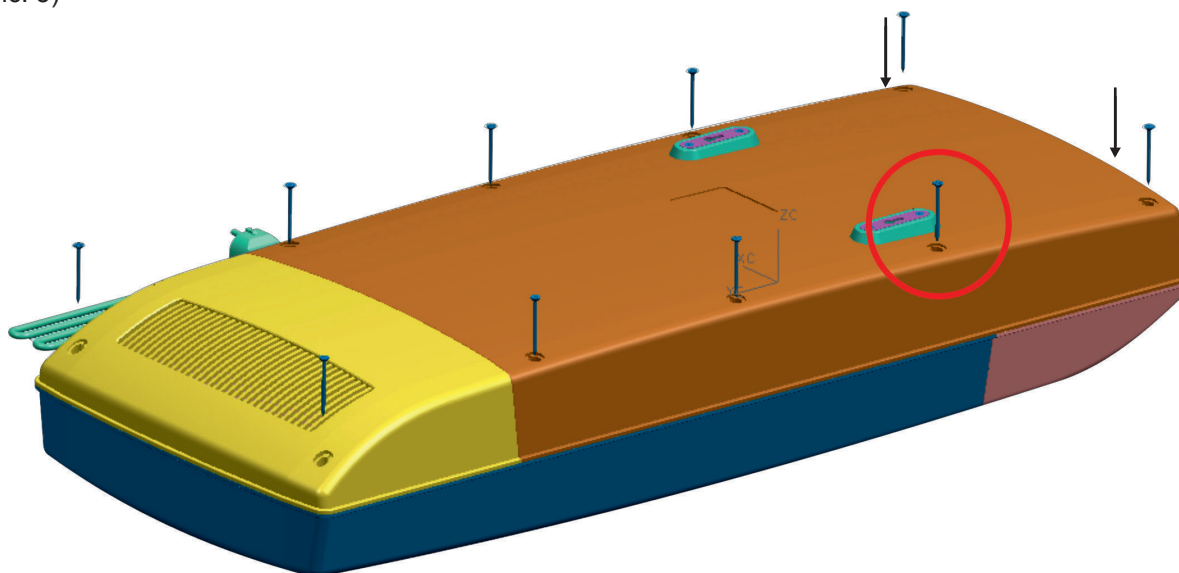

Рис.5
- совместить переднюю и заднюю рециркулятора и зафиксировать соединение при помощи винтов (рис. 5)
- выполнить действия п. 8.3 сборке корпуса рециркулятора (рис. 5).